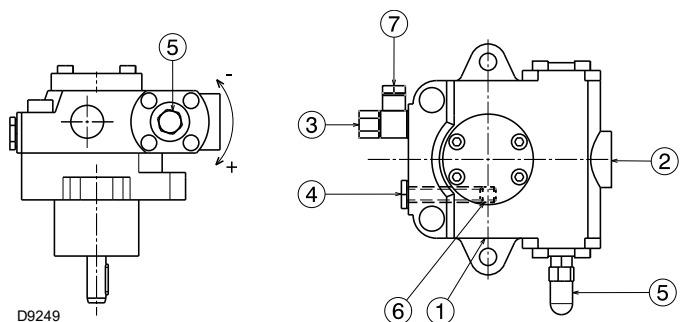

Fig. 22
Elles sont installées sur le brûleur avec le bypass fermé par la vis 6)(Fig. 22 à la page 26).
- Pour que la pompe (Fig. 22) puisse s'auto-amorcer, il est indispensable de desserrer la vis 4) afin de purger l'air contenu dans le tuyau d'aspiration.
#### Légende (Fig. 22)
L'opération ci-dessus est possible parce que la pompe quitte l'usine pleine de combustible. Si la pompe a été vidée, la remplir de combustible par le bouchon du vacuomètre 4) (Fig. 22 à la page 26) avant de la mettre en marche pour éviter des grippages.